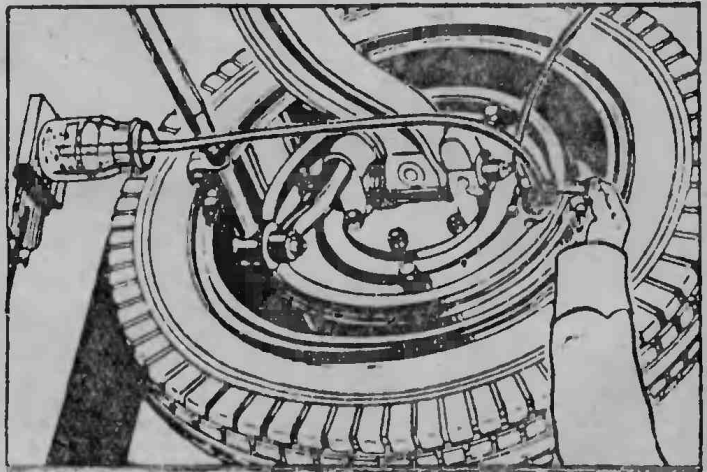

Рис. 34. Удаление воздуха из тормозного трубопровода.
3. На шпигтюре правого заднего колеса отвернуть борт-пробку дренажного клапана и ввернуть вместо него специальный шпигтер с надетым на него резиновым шлангом длиной 350—400 мм. Открытый конец шланга опустить в тормозную жидкость, налитую в стеклянный сосуд емкостью не менее 1/2 литра. Жидкость наливать в сосуд до 1/2 его высоты (рис. 34).